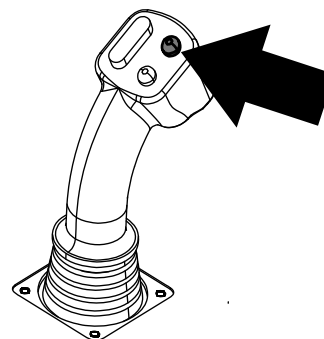
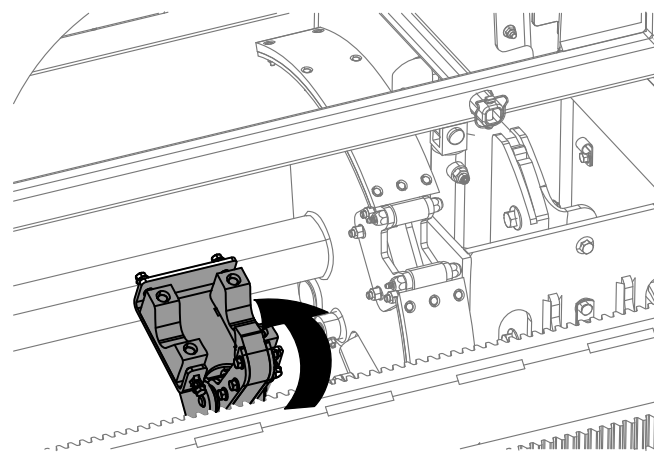

Figura 12
Figura 13
6. Mantenga pulsado el botón superior del joystick para agarrar el tubo (Figura 12 y Figura 13) y suelte el botón.